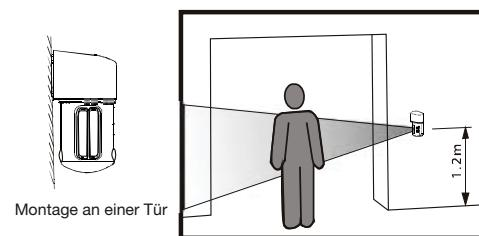

Fig. 7
5. Seitlich an einem Durchgang. Die optimale Höhe ist 1,2 Meter. Abb. 7